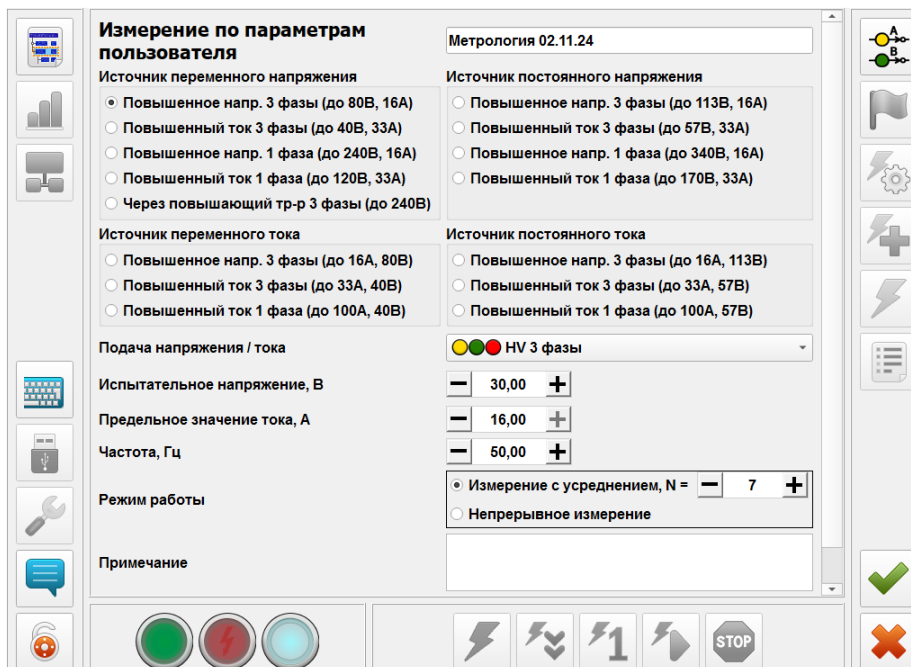

Рисунок 6-3. Окно ввода данных при измерении по параметрам пользователя
10. Для выполнения измерений нажать кнопку «Пуск» , затем кнопку «Start/Stop» на лицевой панели прибора. Если был выбран режим «Непрерывное измерение» [Рисунок 6-3] для завершения измерений необходимо повторно нажать кнопку «Start/Stop».